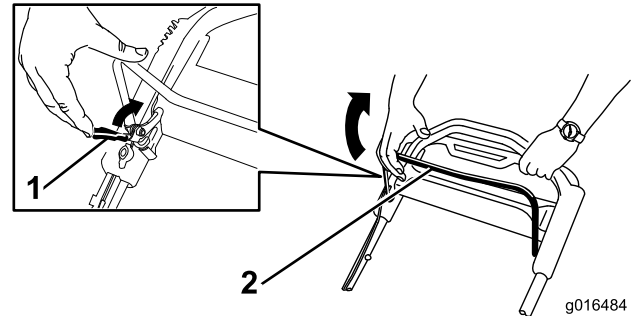

Figure 20
1. Tirez le dispositif de verrouillage de la barre de commande des lames vers la barre de commande (Figure 20).
2. Serrez **lentement** la barre de commande des lames contre le guidon (Figure 20).